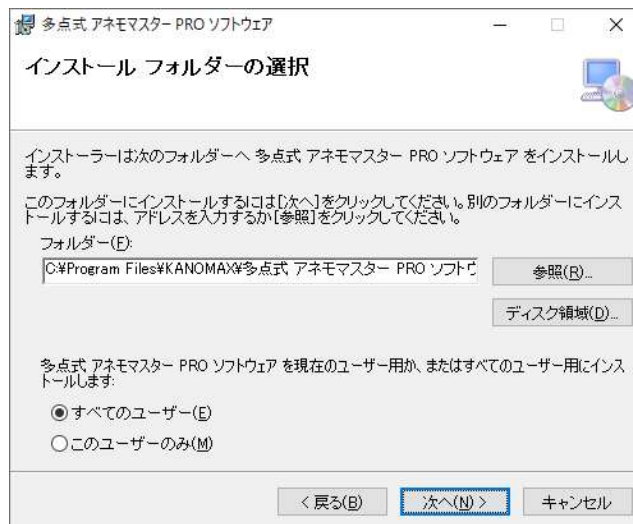

図 2-2 インストール先フォルダ選択画面
- 2) 次へ (N) をクリックすると、図 2-2 が表示されます。標準のインストール先は C ドライブですが、「参照」をクリックすると、インストール先のドライブやフォルダを変更できます：